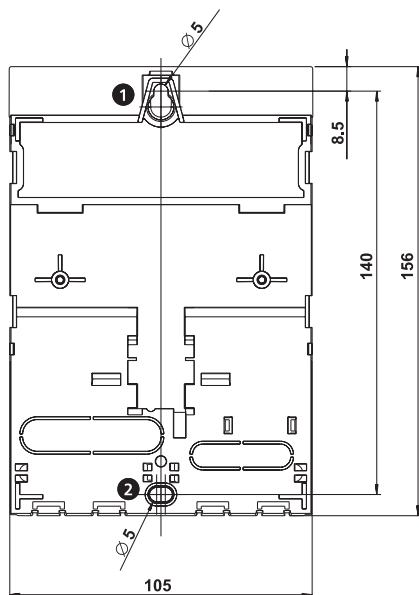

Fig. 2 : Face arrière du régulateur avec ouvertures supérieure ❶ et inférieure ❷
2. Serrez la vis de l'ouverture supérieure du montage ❶ (fig. 2) de sorte que la tête de la vis ait un écart de 5 à 7 mm par rapport à la surface de montage.
4. Marquez l'emplacement de l'ouverture inférieure du montage ❷ à l'aide du boîtier du régulateur.
6. Accrochez le régulateur à l'ouverture supérieure du montage ❶ et fixez-le en le vissant au niveau de l'ouverture inférieure du montage ❷.